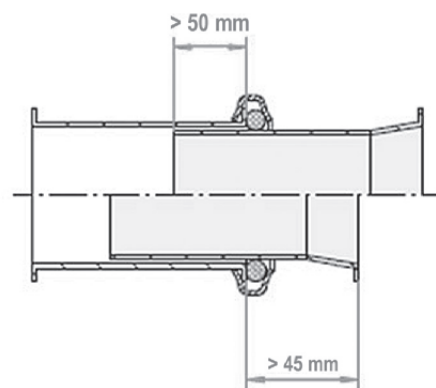

Fig. 201
- ▶ Far rotolare la guarnizione o-ring attorno al tubo a innesto, spingerla all'interno del tubo normale per la stessa lunghezza, riportare la guarnizione o-ring fino al bordo del tubo normale e stringere l'anello di serraggio – Fig. 201.